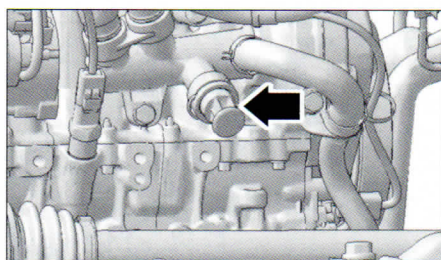

FIG. 15
- Sacar el bloque motor retirando el tapón (fig. 15).